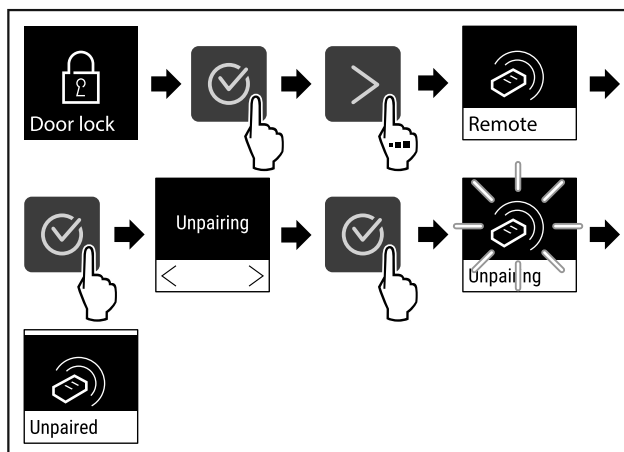

Fig. 81
- ▶ Végezze el a gyakorlati lépéseket (lásd Fig. 81) .